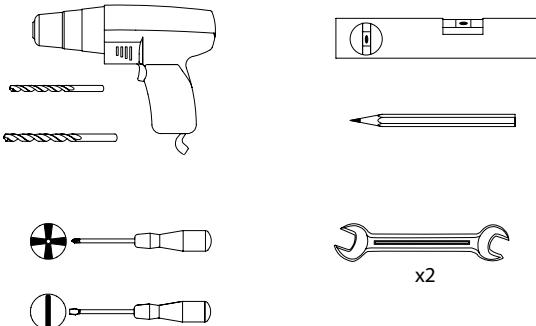

Рис.2: Схема сборки и монтажа основных ножек опорного каркаса (цифрами отмечены номера деталей):
- Согласно рис. 1 собрать каркас: закрепить на раме (1) в предназначенных для этого местах все идущие в комплекте ножки (дополнительные устанавливаются в случае, если длина ванны составляет 170 см и больше). Схема сборки ножек указана на рис. 2 и 3.